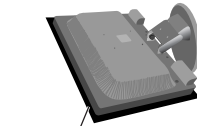

Figure R.1
- Placez le moniteur face vers le bas sur une surface non abrasive (Figure R.1).